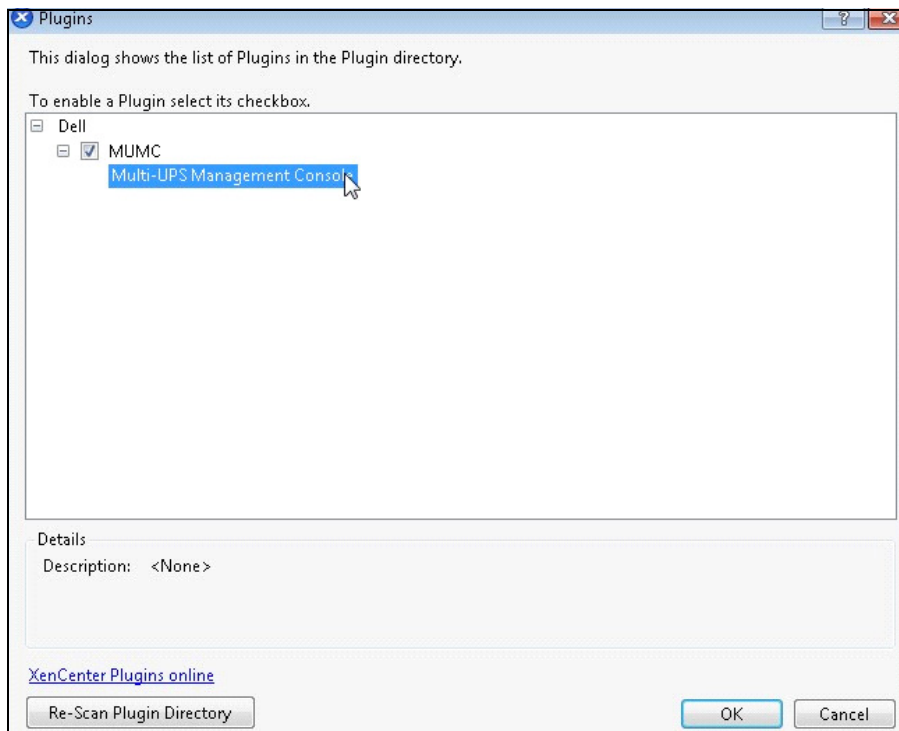

Figura 97. Directory plugin (ri-analizzare)
- In caso contrario, fare clic su Ri-analizzare directory plugin (vedere Figura 97).